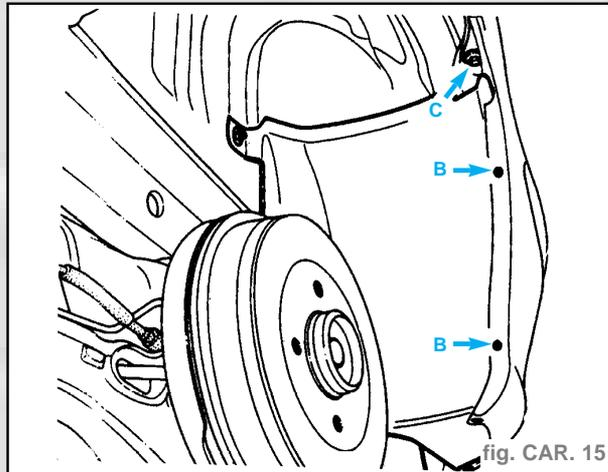

fig. CAR. 15
- Déposer (fig. CAR. 15) :
- les deux vis de fixation supérieures de l'écran AR (B) (de chaque côté),
- la vis de fixation supérieure latérale (C) (de chaque côté).